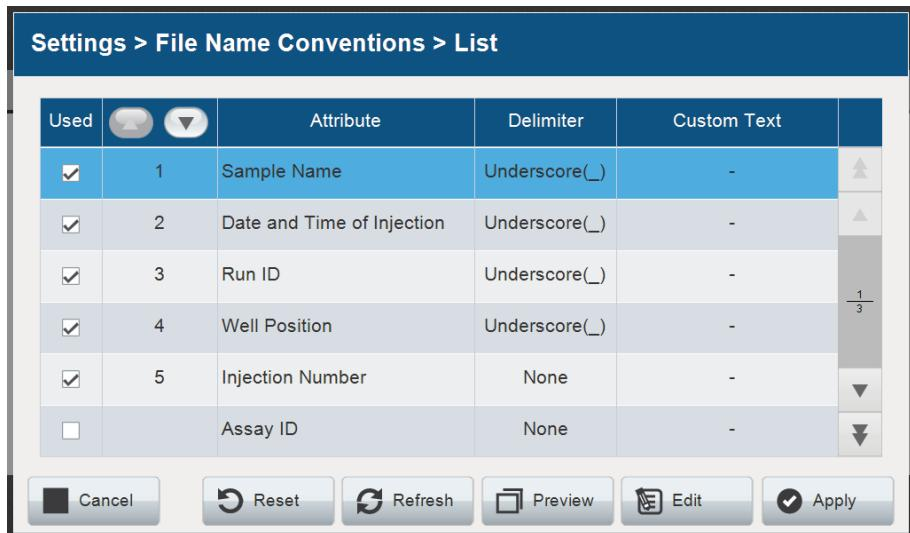

図 170 File Name Conventions List 画面
4. File Name Conventions List 画面（図 170）から編集する列を選択し、Edit を選びます。